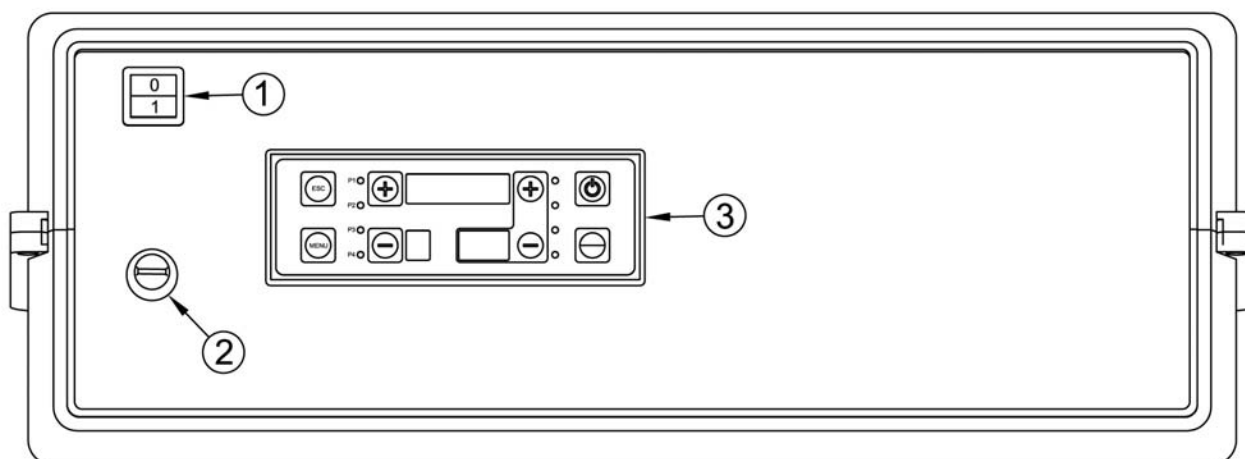

Fig.1
- Dare alimentazione al quadro tramite l' interruttore generale verde (Fig.1 - pos.1 - pag.16)